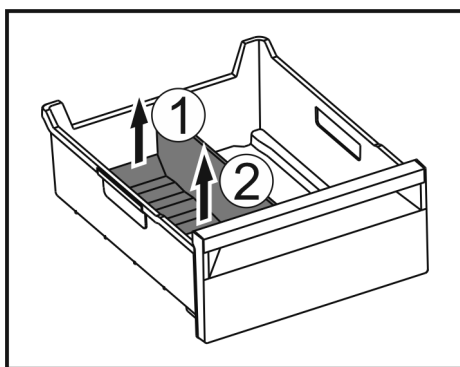

Fig. 70
- ▶ Zvedněte zadní část přepážky přihrádky na led. Fig. 70 (1)
- ▶ Přepážku přihrádky na led vyjměte nahoru. Fig. 70 (2)